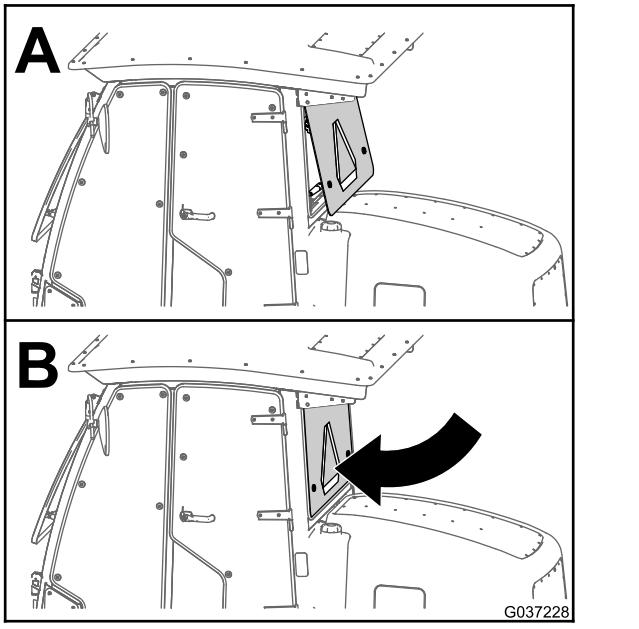

Figure 72
1. Fermez la vitre arrière de la cabine (Figure 72).